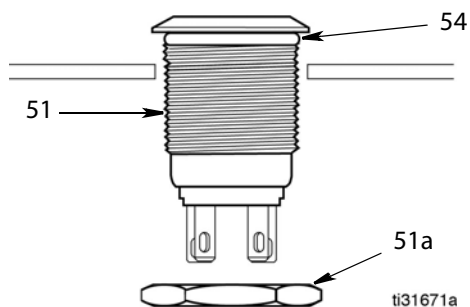

Рис.15
2. Снимите стопорную гайку (51a) с кнопки (51). Установите уплотнительное кольцо (54) (Рис.15).
3. Вставьте кнопку (51) в отверстие, просверленное в панели во время выполнения шага 1. Вручную затяните стопорную гайку (1a) для фиксации кнопки на месте установки (Рис.15).